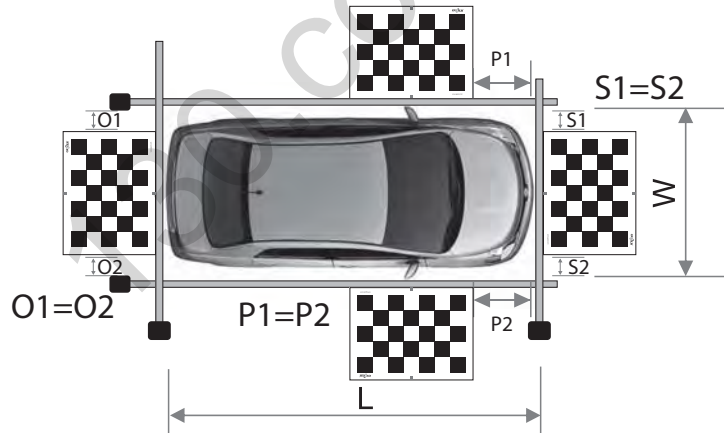

Рис. 4
1. Расположите калибровочные плакаты напротив каждой камеры согласно схеме ниже (Рис. 4). Красные метки на переднем и заднем калибровочных плакатах должны совпадать с центральной осью автомобиля. Красные метки на боковых калибровочных плакатах должны совпадать с уровнем зеркал автомобиля (местом установки камер в зеркалах).
2. Выполните измерения расстояний L , W , P_1 , P_2 (Рис. 4).